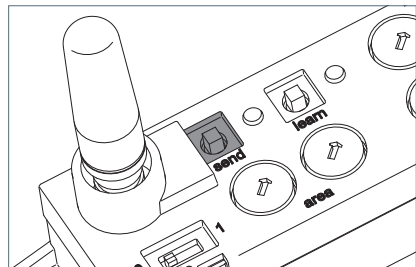

Fig. 26: Touche « send ».
- ▶ Appuyez sur la touche « send », voir Fig. 26.